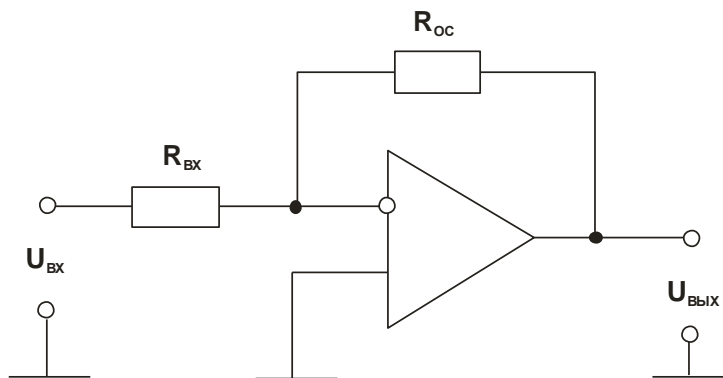

Рис. 8.1.1
Инвертирующий усилитель представляет собой устройство, которое преобразует входное напряжение в выходное напряжение противоположной полярности. В случае синусоидального напряжения образуется фазовременной сдвиг  $180^\circ$  между входным и выходным сигналами. Инвертирующий усилитель может быть использован для усиления или ослабления входного сигнала. Его принципиальная схема показана на рис. 8.1.1.
- Соберите цепь, как показано на рис. 8.1.1. С помощью мультиметра измерьте величины выходного напряжения  $U_{\text{ВЫХ}}$  при различных сопротивлениях отрицательной обратной связи  $R_{\text{ОС}}$  и входных напряжениях  $U_{\text{ВХ}}$  согласно табл. 8.1.1.